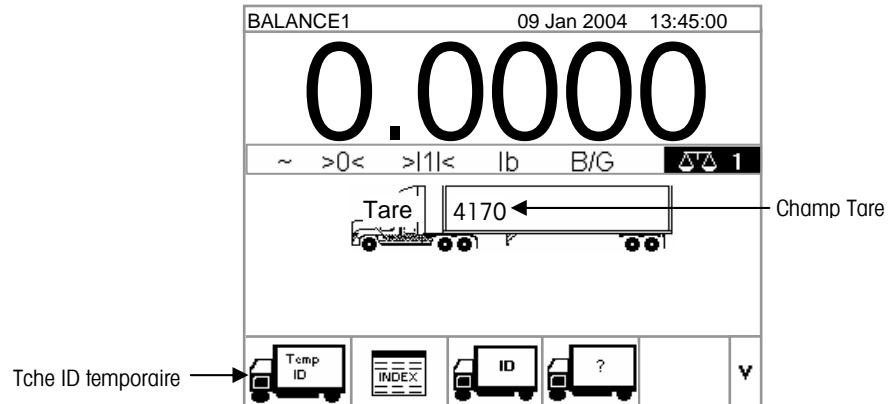

Figure 2-9: Écran de pesage par défaut
1. Depuis l'écran de pesage par défaut (Figure 2-9), utilisez le pavé numérique pour saisir la valeur de tare dans le champ tare, AVANT d'appuyer sur la touche programmable ID TEMPORAIRE.